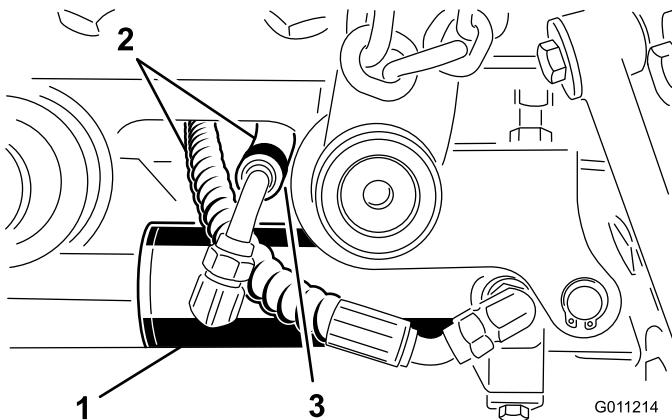

Figura 13
6. Fissate l'estremità destra del cilindro di sollevamento al braccio di sollevamento destro con un perno e 2 distanziali (Figura 13). Bloccate il perno con un anello di fissaggio.